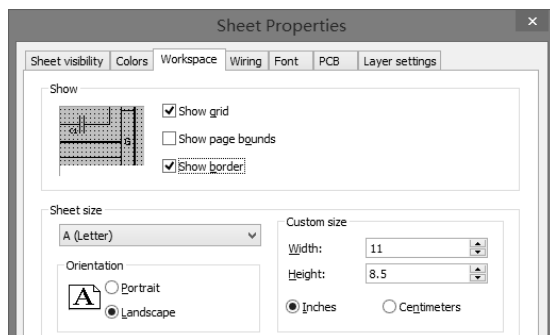

图 4.1.7 显示电路边框
(1) 显示电路边框。选择“Options(选项)”→“Sheet Properties(图纸参数)”→“Workspace (工作区)”命令，可进行图纸界面参数的设置，包括图纸区显示内容、图纸大小、方向等，如图 4.1.7 所示，选中“Show border”复选框，显示电路边框。